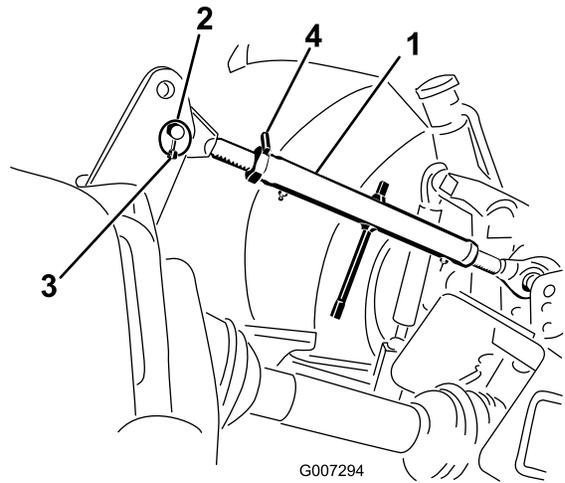

Bild 6
1. Stecken Sie den Oberlenker in das untere Loch in der Halterung und befestigen Sie ihn mit einem Steckstift und einem Klappstecker (Bild 6).
3. Drehen Sie den Oberlenker, um den Lenker festzuziehen. Stellen Sie ihn ein, bis die Vorderseite des Aerifiziererrahmens 90 Grad von der Horizontalen ist (Bild 6).